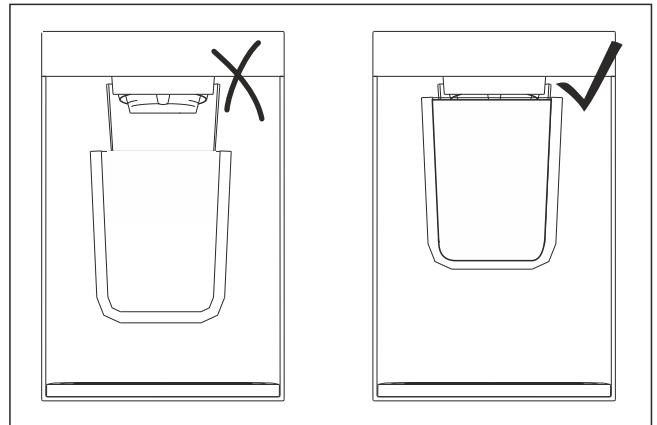

Fig. 101 Örnek gösterim
- Kabı çıkış deliğine olabildiğince yakın tutun. (bkz. Fig. 101)